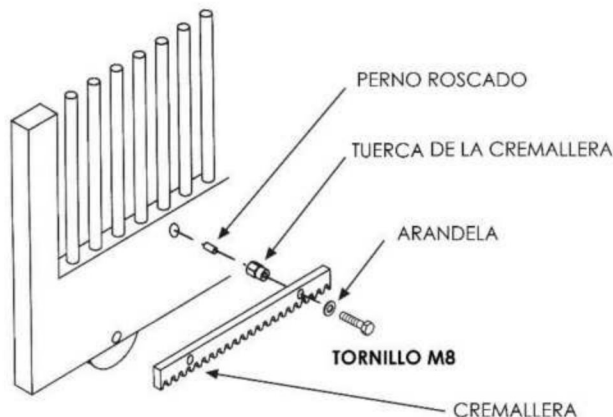

Fig.9
- También la Cremallera Puede ser Instalada Atornillada cuando el Material del Portón Corredizo sea Madera, Aluminio, Etc. Ver (Fig.9).